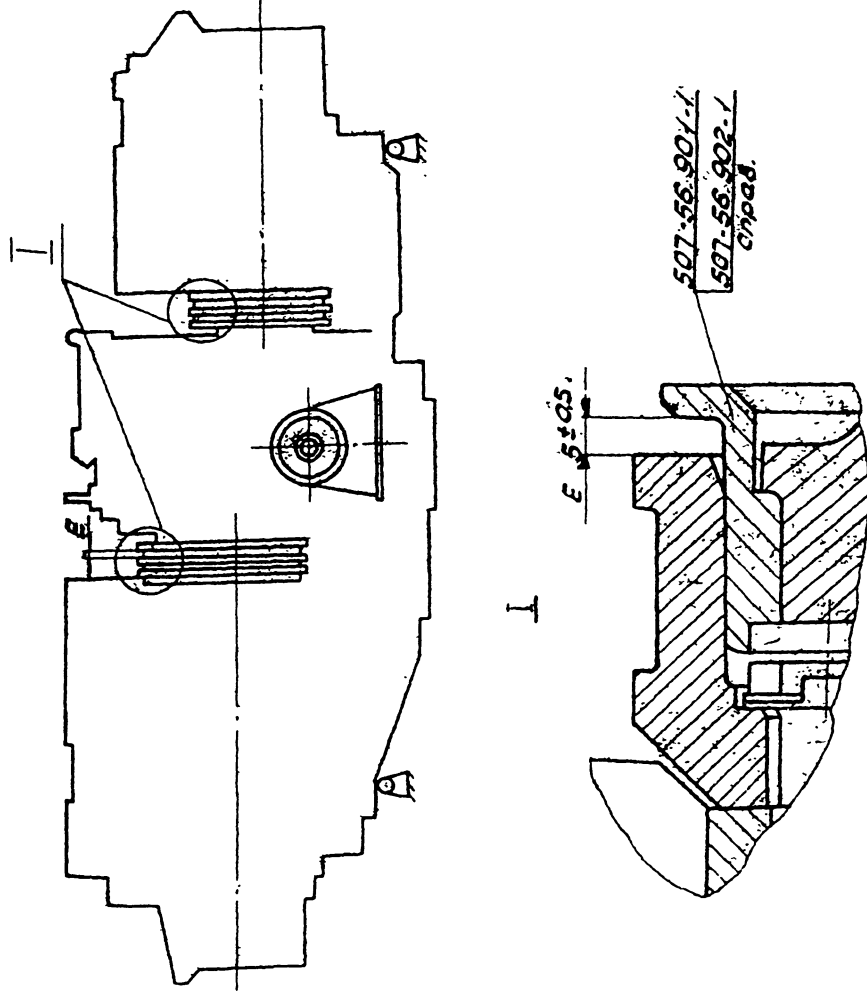

Рис.12
- спец.щупами (калибры) зазоры «Е», рис.12, в районе соединения в 4-х точках, определяющих соосность ГРП и отсека двигателя;
32. Выполнить прицентровку отсека двигателя к ГРП последовательными перемещениями отсека спецприспособлениями по: вертикальной оси, продольной оси опор двигателя и поперечной оси опор двигателя. Произвести проверку зазора «Е» (рис.12) для чего: